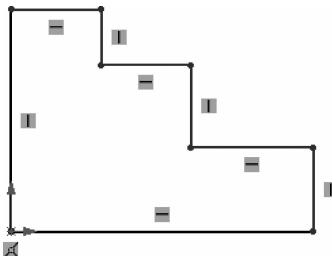

图 1-25 阶梯台零件模型草图(绘制基本图形)
(1) 单击【新建】按钮，在打开的【新建 SOLIDWORKS 文件】对话框中双击【零件】图标。
(2) 在【特征管理器设计树】选项卡中选择【前视基准面】，单击【草图】按钮，进入草图绘制模式。
(3) 大致绘制草图。单击【直线】按钮，绘制基本图形，如图 1-25 所示。